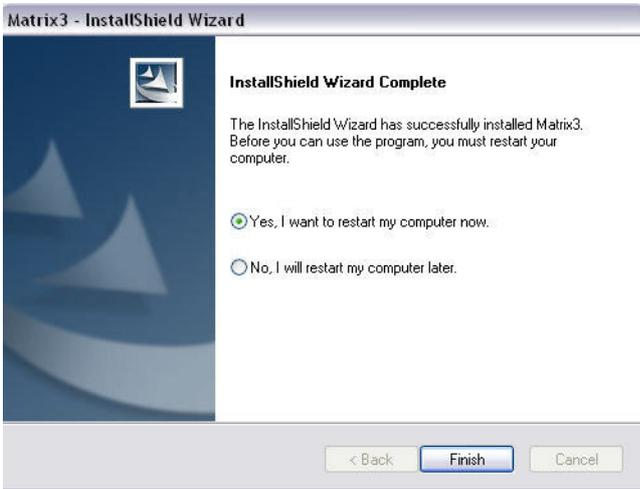

ABB. 10
11. Nach abgeschlossener Installation erscheint das in ABB. 10 gezeigte Fenster. Bevor Matrix auf dem PC ausgeführt werden kann, müssen Sie einen Neustart des Computers durchführen. Wählen Sie „Ja, ich möchte meinen Computer neu starten“, und klicken Sie dann auf die Schaltfläche **Fertigstellen**, um einen Neustart vorzunehmen.